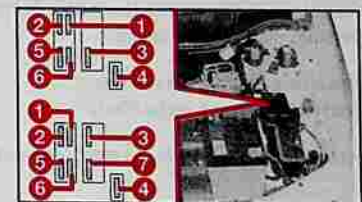

fig. 36
– pour toutes les autres versions, les fusibles de protection sont situés à l'intérieur du boîtier fig. 36.